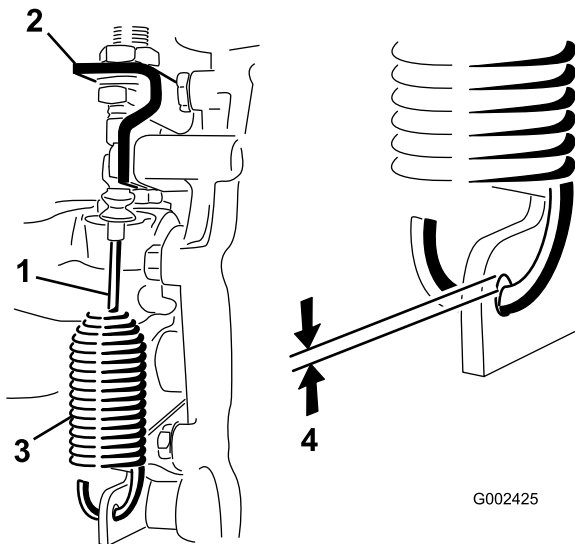

Bild 54
2. Lösen Sie die Klemmmuttern, mit denen das Differenzialsperrkabel am Getriebe befestigt ist (Bild 54).